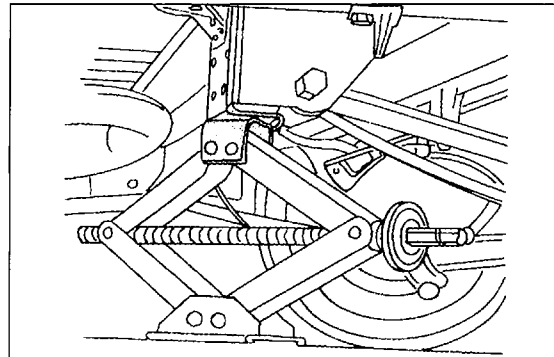

Bild 18
- Einen Rollwagenheber entsprechend Bild 18 ansetzen. Dies ist die gleiche Stelle wie für den Scherenwagenheber. Einen Holzklötz zwischen Wagenheberkopf und Ansatzstelle einsetzen, um keine Schäden anzurichten.